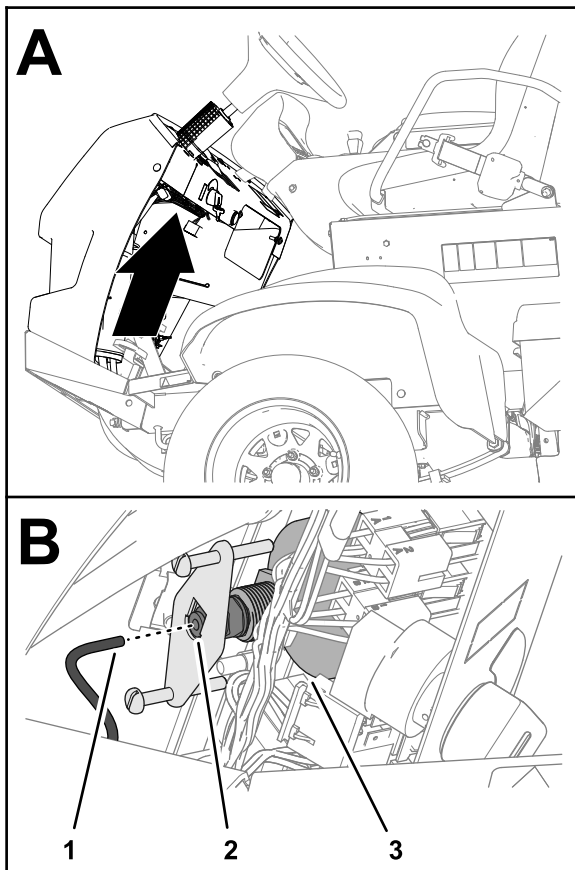

Figura 122
5. Rimuovete il tubo dal retro dell'indicatore della pressione e collocate l'estremità del tubo in un contenitore (Figura 122)